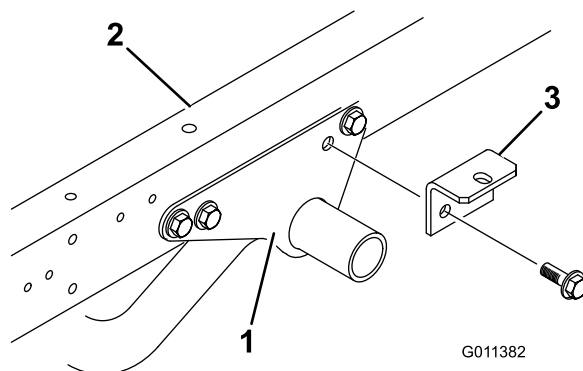

Figura 5
1. Togliete le 2 viti a testa cilindrica flangiata e i dadi di bloccaggio flangiati che fissano il retro di ogni staffa di montaggio del telaio del motore ai lati di ciascun telaio del veicolo Workman (Figura 5).
2. Fissate senza serrare una staffa di attacco a ciascuna staffa di montaggio del telaio del motore e al telaio del veicolo Workman con le 2 viti a testa cilindrica flangiata e i dadi di bloccaggio flangiati rimossi precedentemente al punto 1 (Figura 5).